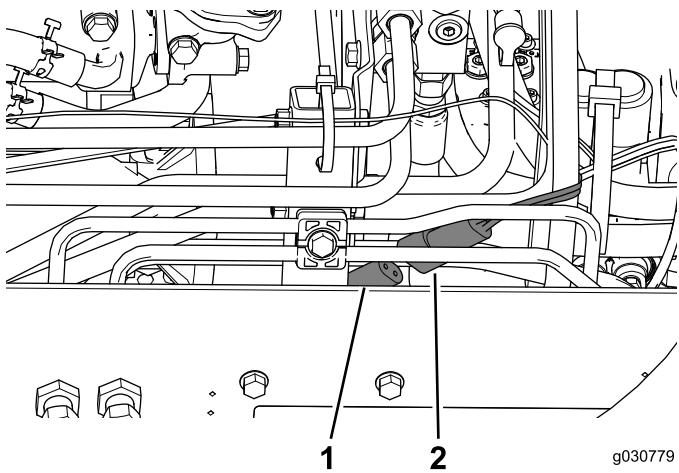

Figura 48
2. Ligue o conector de alimentação da cabina ao conector do lado direito da máquina (Figura 48).